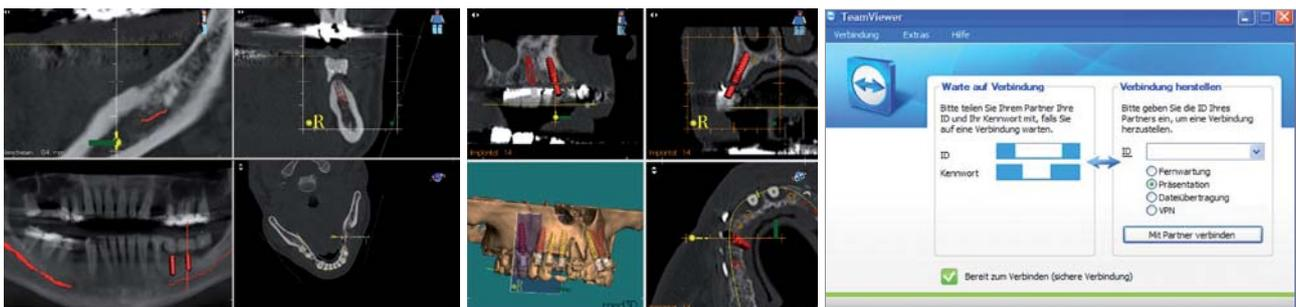

Abb. 1: Planungsbeispiel Unterkiefer. – Abb. 2: Planungsbeispiel Oberkiefer. – Abb. 3: Programme wie TeamViewer ermöglichen die Online-Kommunikation.
■ Die 3-D-Diagnostik, -Planung und -Chirurgie hält nicht auch zuletzt wegen eines größeren Herstellermarktes immer mehr Einzug in die Praxen und ermöglicht dem Chirurgen schon vor dem Eingriff eine exakte „Standortbestimmung“ (Abb. 3). Backward Planning, klare Patientenkommunikation und forensische Aspekte sind immer wiederkehrende Schlagwörter und helfen unangenehme Situationen zu vermeiden (Abb. 1, 2). Zum Teil ist mit CT-basierten OP-Schablonen das inzisionsfreie Inserieren von Implantaten möglich, stellt aber auch in unserem Praxisalltag die Ausnahme dar.
Abb. 1: DVT cross section von lingual perforierten Implantaten 36 und 37. – **Abb. 2:** Kaudo-kraniale Ansicht der lingual perforierten Implantate 36,37. – **Abb. 3:** Planungsprogramm SimPlant®. – **Abb. 4:** OK Blockaugmentation mit zwei Tutogen™-Blöcken und Spongiosa.